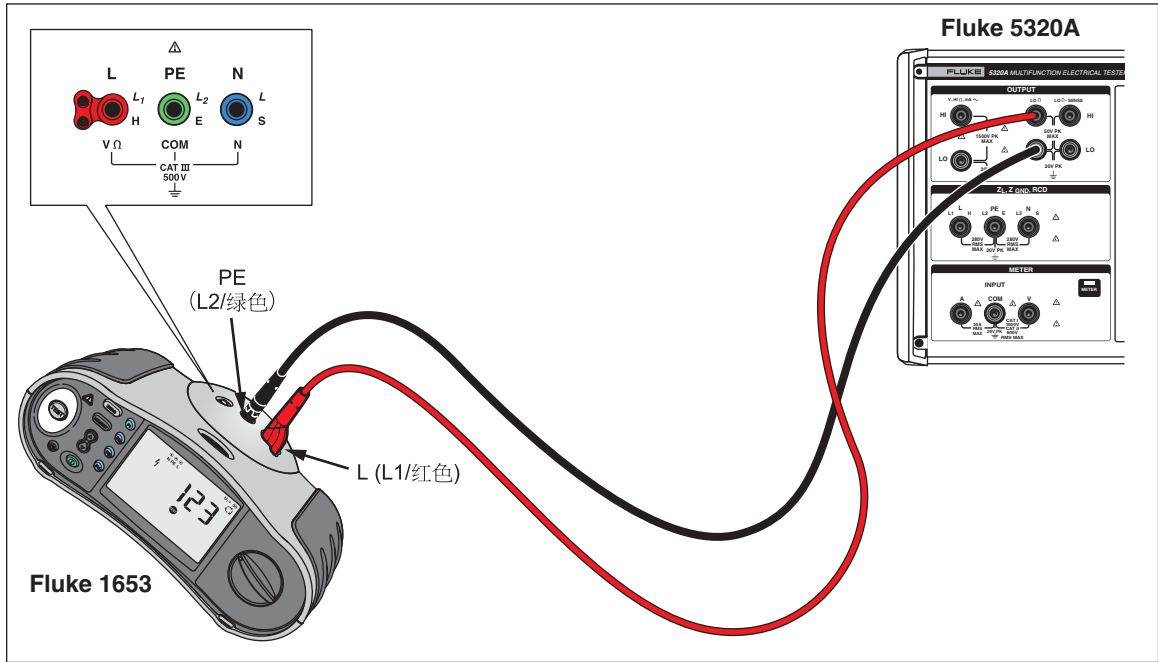

图7-1.低电阻校准 UUT 连接
2. 使用图7-1 作为参考，将 UUT 连接到校准器的 **LO Ω HI**和 **LO**端子。